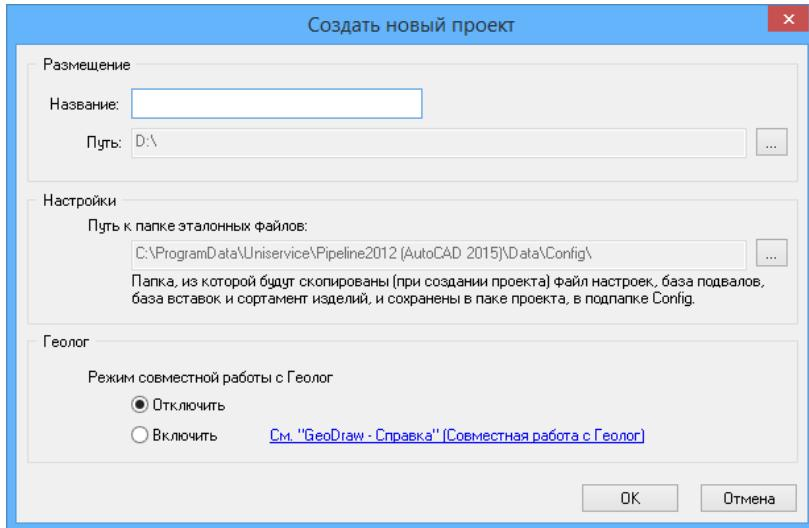

Рис. 2 Создание нового проекта
3. В диалоговом окне *Создать новый проект* нажать OK см. Рис. 2 Рис.